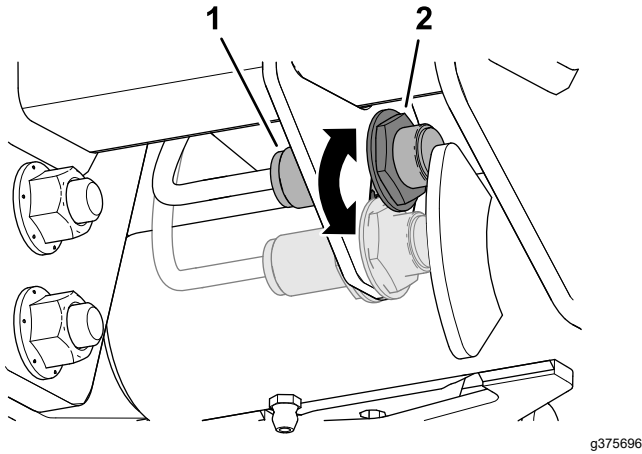

Figura 56
3. Afloje la contratuerca que sujeta el interruptor del brazo de elevación a la placa de los interruptores (Figura 56).